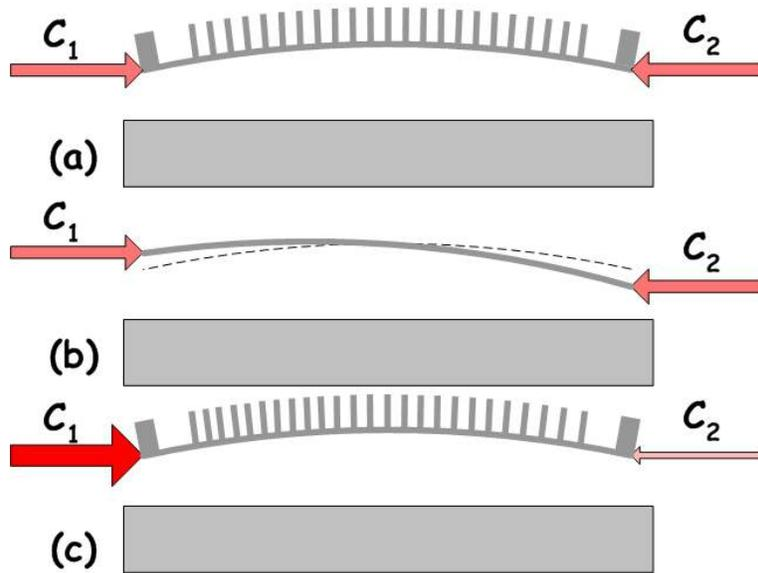

FIGURE 6.3.15 – Influence du tilt sur la focalication
**1er cas :** Le tilt est bien réglé (figure 6.3.15 a), la focalisation est symétrique (les efforts produits par C1 et C2 sont similaires). L'image du faisceau sur l'écran fluo montre que les ailettes du 2nd cristal sont équidistantes.
**2ème cas :** le tilt est mal réglé (figure 6.3.15 b) : pour « redresser » le 2nd cristal, on va rendre asymétrique la courbure, en courbant plus d'un côté que de l'autre (figure 6.3.15 c). Dans ce cas, sur l'écran fluo, 1) les ailettes ne semblent plus équidistantes et 2) toute la nappe de rayons X ne peut plus être focalisée.